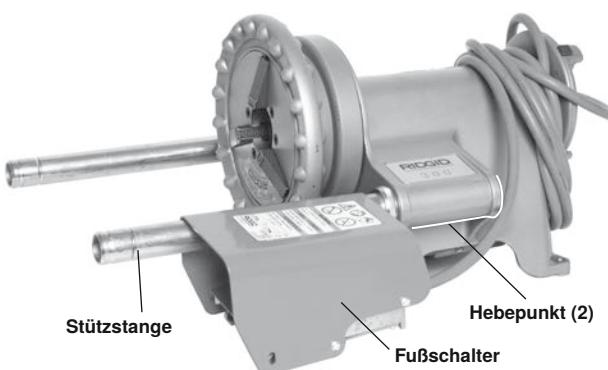

Abbildung 26 – Nur Maschine für den Transport vorbereitet
1. Wickeln Sie das Netzkabel auf und schieben Sie die Abdeckung des Fußschalters über eine Stützstange, wie in Abbildung 26 gezeigt.